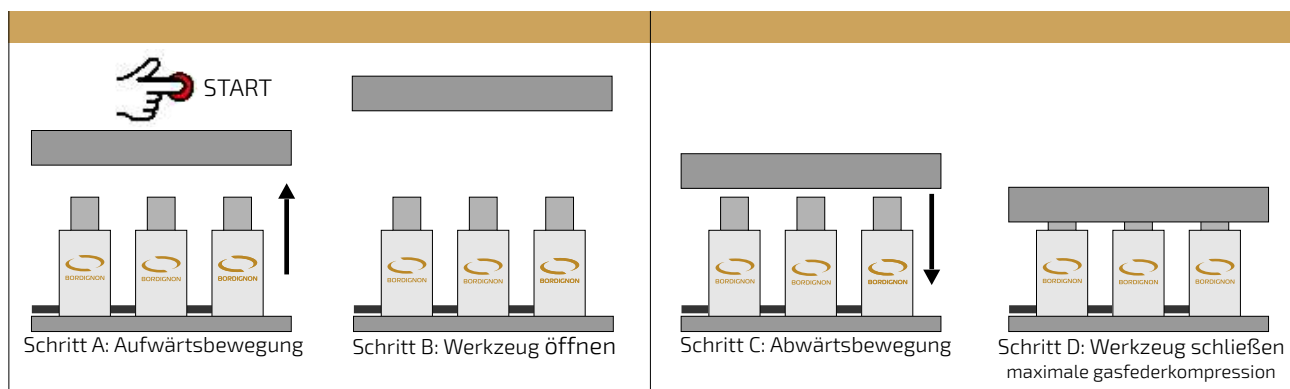

Abb. 8
- Beachten Sie, dass das Werkzeug geöffnet und die Stickstoff-Gasfedern in Ruhestellung sein müssen (Abb. 8 – Schritt B). Der Stickstofftank muss geöffnet sein.
Aus diesem Grund muss das Start-Signal während des Aufwärtsbewegung des Werkzeugs aktiviert sein und während der Abwärtsbewegung des Werkzeugs deaktiviert werden, bevor die Gasfedern zu komprimieren beginnen. Siehe Abb. 8.
3. Drücken Sie die Gasfedern bis zum Hubende herunter (Abb. 8 – Schritt D);